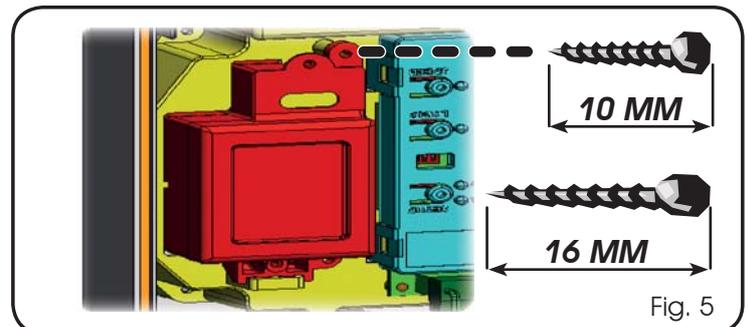

Fig. 5
2. Introduzca la batería en el alojamiento obtenido y fíjelo en los correspondientes soportes de anclaje (Fig.5).